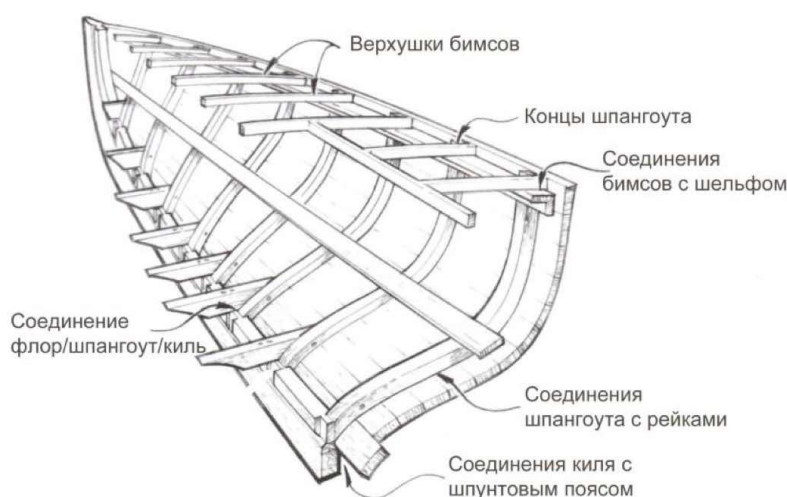

Рисунок 2-4 Ищите признаки гниения на стыках и участках скопления воды или недостаточной циркуляции воздуха
4. Осмотрите каждый элемент конструкции и его крепёж, чтобы определить, в состоянии ли они выдерживать заданные нагрузки. Используйте острый инструмент для осмотра поверхности на предмет сухого гниения. Поищите гнилые участки в местах с плохой циркуляцией воздуха, где детали соприкасаются друг с другом, а также вокруг крепежа. Если повреждения вызваны износом или ударом, поищите трещины на элементах набора или разболтанный крепёж недалеко от повреждённого места (*Рисунок 2-4*)